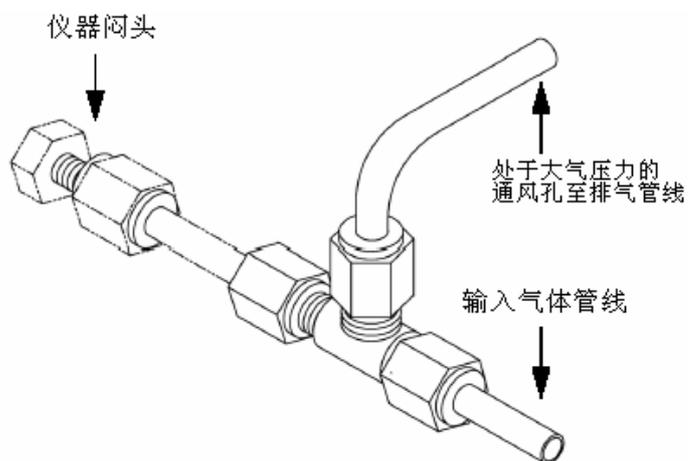

图 2-4 处于大气压力的排气旁通管道装置
**注：**气体必须以大气压力传送给仪器。可能需要使用一个如图 2-4 所示的大气旁通管道装置。